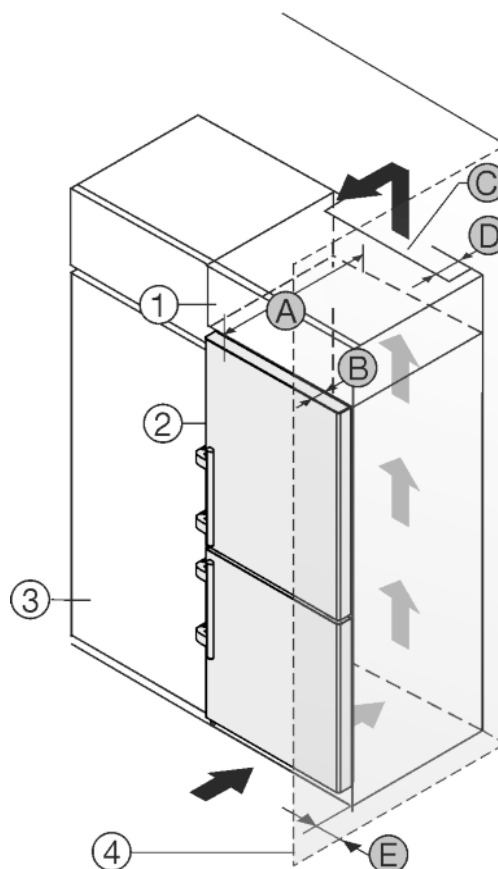

Fig. 27
Urządzenie może zostać obudowane szafkami kuchennymi. Aby dopasować urządzenie *Fig. 27 (2)* do wysokości ciągu szafek kuchennych, można nad urządzeniem umieścić szafkę nasadzaną *Fig. 27 (1)*.
Urządzenie można ustawić bezpośrednio obok szafki kuchennej *Fig. 27 (3)*. By móc całkowicie otworzyć drzwi, urządzenie musi wystawać przynajmniej o głębokość *Fig. 27 (B)* za front szafki kuchennej. W zależności od głębokości szafek kuchennych oraz od zastosowania elementów dystansowych urządzenie może wystawać jeszcze bardziej.
- Na tylnej ścianie szafki nasadzonej wymagany jest wywiewny kanał wentylacyjny o głębokości *Fig. 27 (D)* na całej szerokości szafki.
- Pod sufitem pomieszczenia należy zachować przekrój odpowietrzający *Fig. 27 (C)*.
Jeżeli urządzenie będzie ustawiane z zawiasami do ściany *Fig. 27 (4)*, to pomiędzy urządzeniem i ścianą należy zachować odstęp *Fig. 27 (E)*. Na taką odległość wystaje klamka przy otwartych drzwiach.